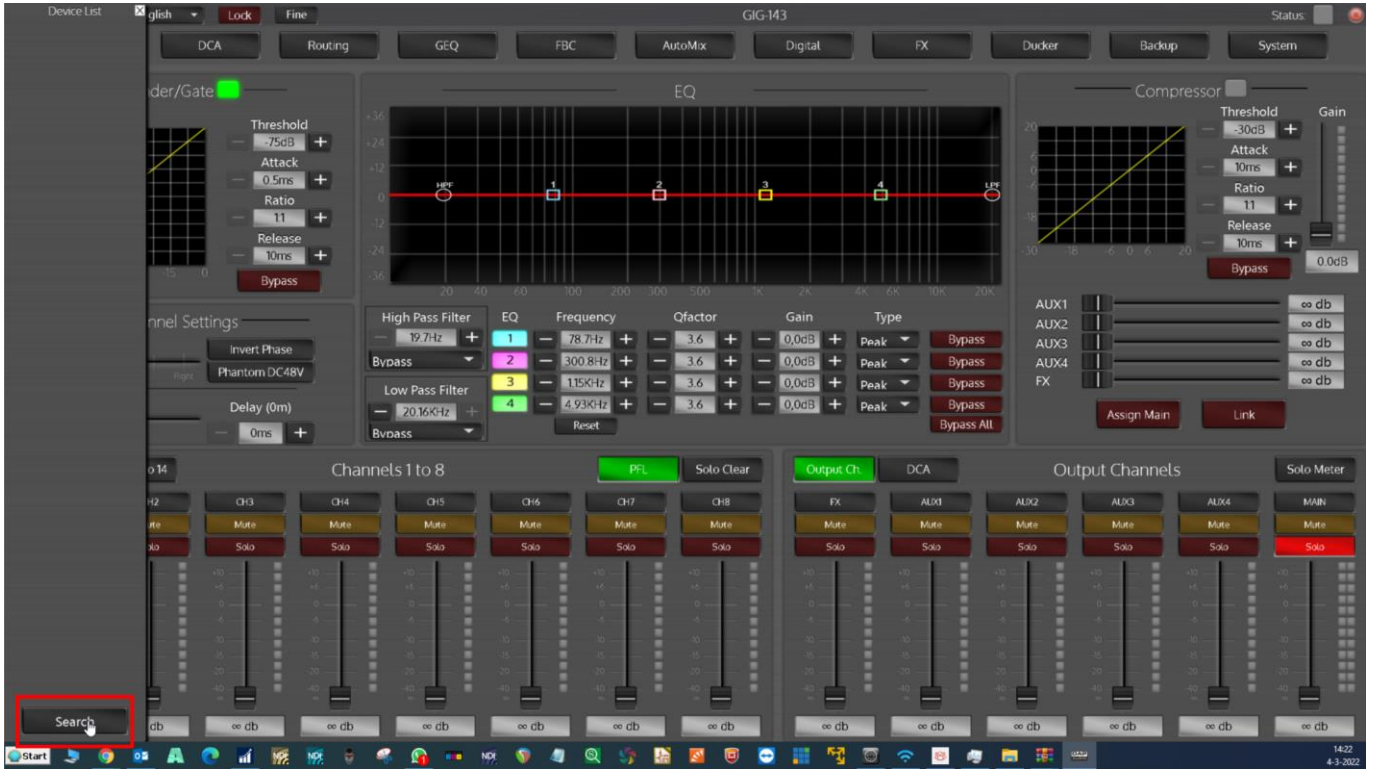

Fig. 08
- 03) Press the Search button (see Fig. 08).